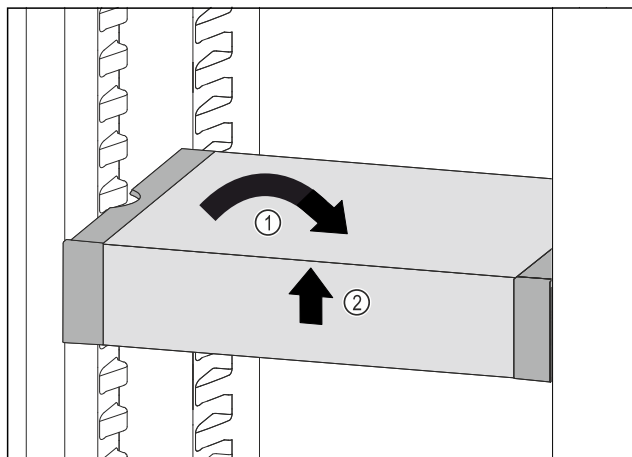

Fig. 119
- Collocare VarioSafe in maniera dritta. Fig. 119 (1)
- Sollevare VarioSafe dal lato anteriore. Fig. 119 (2)